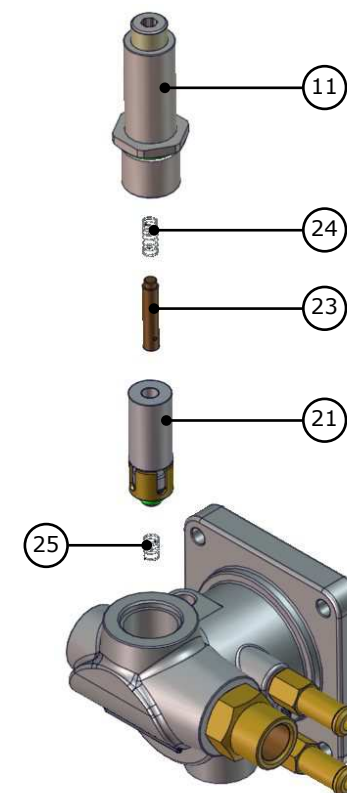

Fig. 5
- 5)** Svitare il campanile (11), sfilare tutti i componenti coma da fig.5;
*Unscrew the piston housing (11), extract all components, see fig.5;*